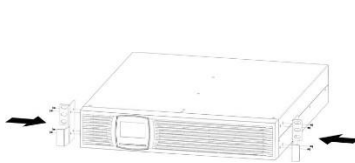
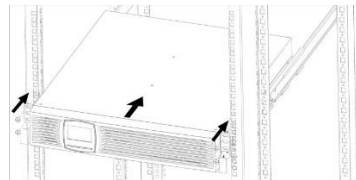

Abbildung 12: Befestigen der Montagewinkel
Abbildung 13: Montage im Rack
7. Befestigen Sie die Montagewinkel der USV-Anlage im Rack (s. Abbildung 12, Abbildung 13).